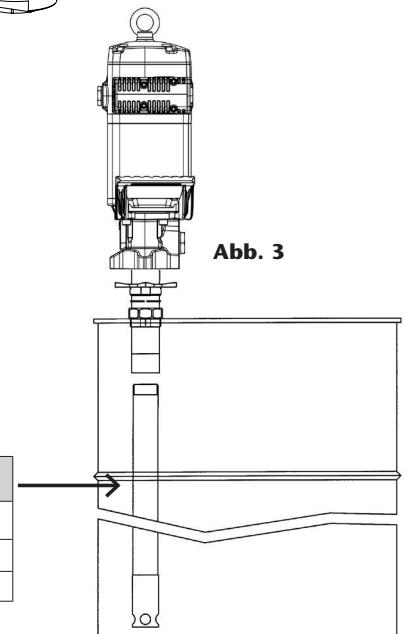

Abb. 3
- Einstellbare Montage auf Fass oder Tank mit Adapter. Schrauben Sie das entsprechende Verlängerungsrohr an die Pumpe (siehe Abb. 3). Schrauben Sie die Mutter des verstellbaren Adapters auf den Fass-/Tankdeckel. Führen Sie das Rohr durch die Mutter und fixieren Sie es mit dem Stern in der gewünschten Höhe.